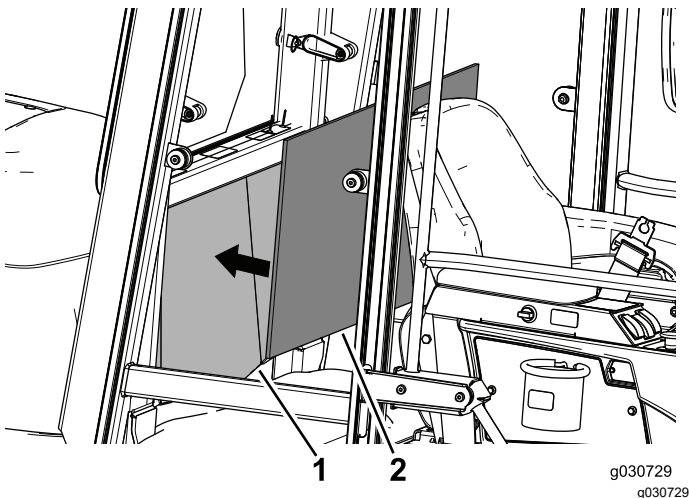

Figura 32
2. Alinhe o painel do estofado com o centro do painel traseiro no interior da cabina para verificar o ajuste e instalação (Figura 32).